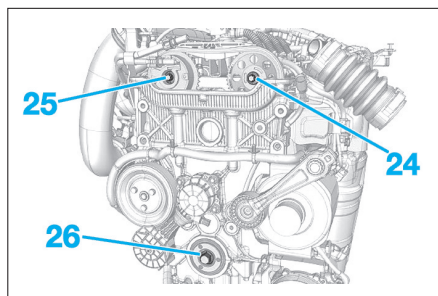

Fig. 11
- la vis de fixation (24) pignon arbre à cames échappement (Fig.11),
- la vis de fixation (25) pignon arbre à cames admis-